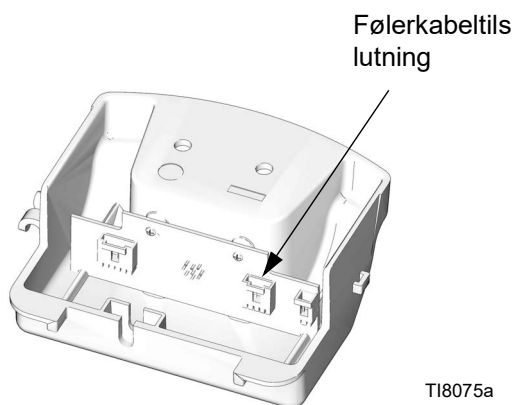

FIG. 15. Følerkabelforbindelse
- a. **DataTrak Modeller:** Fjern de to skruer (135). Fjern forsigtigt DataTrak modulet (131), se side 14. Frakobl den løbskkørende magnetventil og følerens kabler fra modulpanelet. Fjern de to skruer (134) og glid forsigtigt kabinettet (132) af luftventilen.
- b. **Modeller med lineær føler:** Fjern skruerne (134) og glid forsigtigt huset (132) af luftventilen. Kobl følerkablet fra kredspanelet. Se FIG. 15 på side 28.
10. Genmonter lyddæmperen (15). Stram skruerne (43) fuldstændigt mod lyddæmperen.
11. Genmonter det yderste ventildæksel (47).
- a. **DataTrak Modeller:** Glid forsigtigt kabinettet (132) over på luftventilen. Skru skruerne (134) i med hånden, og tilspænd dem derefter med et moment på 11,3 N•m (100 tomme-pund). Gentilslut magnetventilen og følerkablerne til DataTrak modulet (131), se side 14. Glid forsigtigt modulet tilbage ind i kabinettet (132). Genmonter de to skruer (135).
- b. **Modeller med lineær føler:** Genforbind følerkablet til printpladen. Se FIG. 15, side 28. Glid forsigtigt kabinettet (132) over på luftventilen. Skru skruerne (134) i med hånden, og tilspænd dem derefter med et moment på 11,3 N•m (100 tomme-pund).
13. Genmonter topdækslet (30).
5. Fjern skruerne (134) og glid forsigtigt huset (132) af luftventilen. Kobl følerkablet fra kredspanelet. Se FIG. 15.
6. Skru kablet tilbage gennem hullet (H) på siden af mellemstykket (33) og træk det ud af toppen på mellemstykket.
7. Skru mellemstykket (33) og føleren (35) af. Løft føleren lige op og ud af luftmotoren.
8. Smør gevindklæbemiddel på det nye følerkabinet. Skru føleren (35) ind i den øverste hætte (1). Tilspænd med et moment på 40,6-48,8 N•m (30-36 fod-pund).
9. Smør gevindklæbemiddel på mellemstykket (33). Stræk følerkablet lige ud gennem mellemstykkets top, og skru derefter adapteren ind i den øverste hætte (1). Tilspænd med et moment på 40,6-48,8 N•m (30-36 fod-pund).
10. Skru følerkablet gennem hullet (H) på siden af mellemstykket, og tilkobl det igen på kredspanelet. Se FIG. 15, side 28. Glid forsigtigt kabinettet (132) over på luftventilen. Skru skruerne (134) i med hånden, og tilspænd dem derefter med et moment på 11,3 N•m (100 tomme-pund).
11. Smør gevindklæbemiddel på løfteringen (21). Hold mellemstykket (33) med en svensknøgle for at forhindre det i at dreje, og tilspænd løfteringen med et moment på 40,6-48,8 N•m (30-36 fod-pund).
12. Genmonter topdækslet (30).